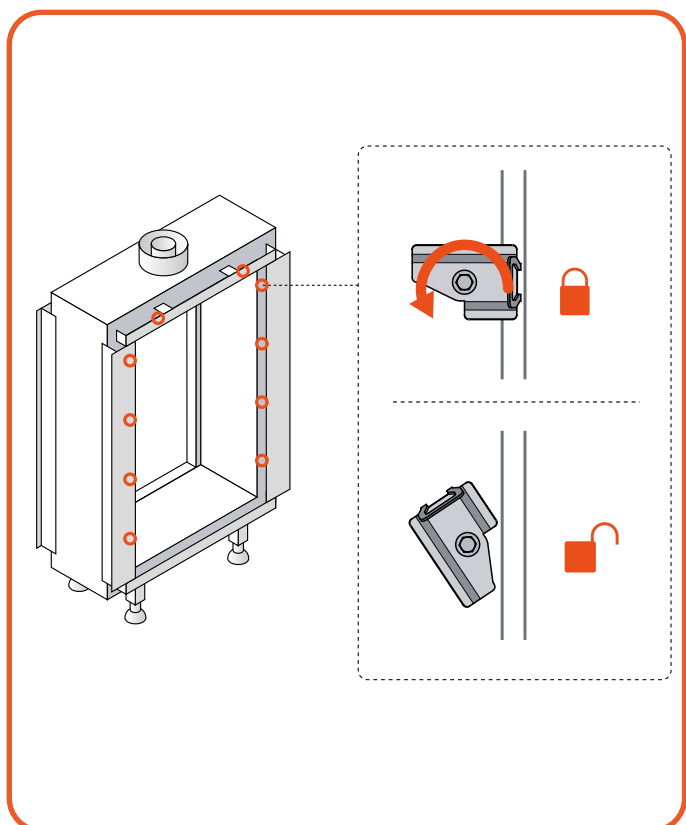
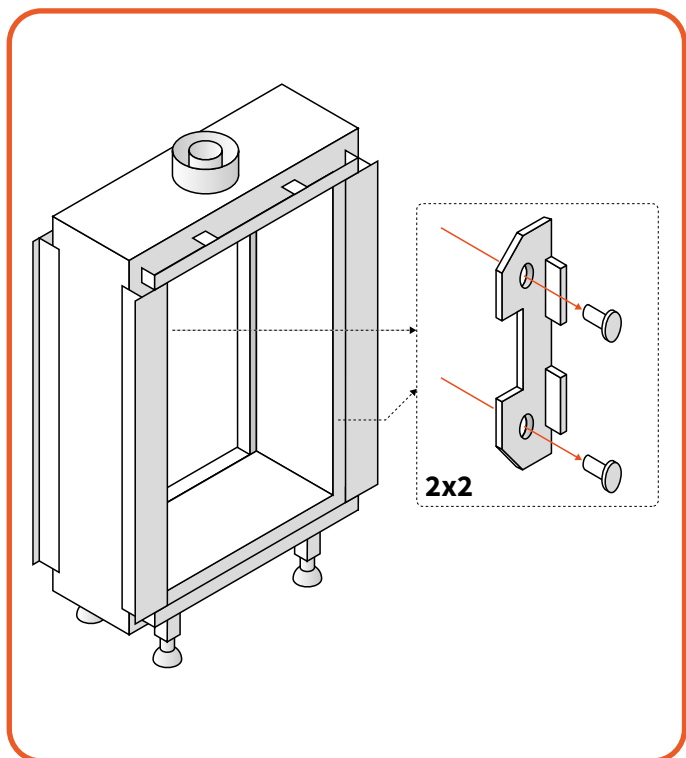

Abb. 10.8 Drehen Sie die Klemmen, um das Glas zu lösen
Abb. 10.10 Entfernen der Glasklemmen
- Bestimmen Sie, welche Art von Glasklemmen verwendet werden: Schraubklemmen - Fahren Sie mit **Abbildung 10.10** fort, oder federbelastete Klemmen – fahren Sie mit **Abbildung 10.8** fort.
Wenn verschraubte Glasklemmen verwendet werden, fahren Sie mit Abbildung 10.10 fort
Wenn federbelastete Glasklemmen verwendet werden, fahren Sie mit Abbildung 10.8 fort